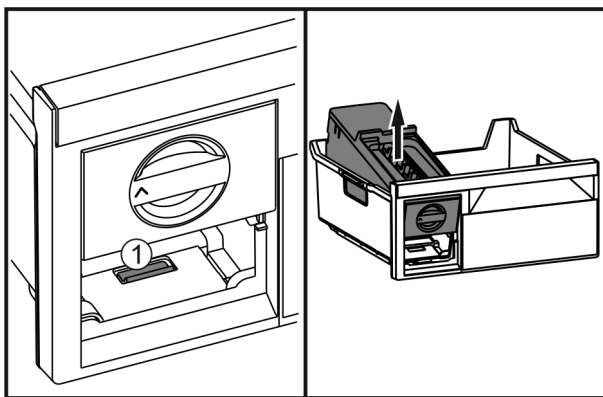

Fig. 80
- ▶ Lip Fig. 80 (1) indrukken, EasyTwist-Ice van achter optillen en uit de vrieslade nemen.